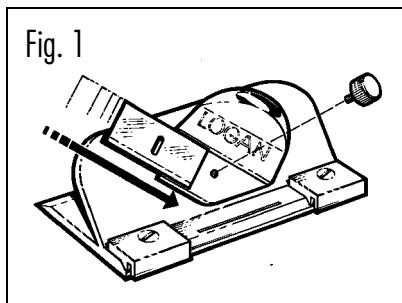

Fig. 1
- 4 Couper le carton (Fig. 1).
- 1 Installeer mes door knop te verwijderen en schuifmes inhouder te plaatsen Fig 1).
- 4 Snijs karton (Fig 1).